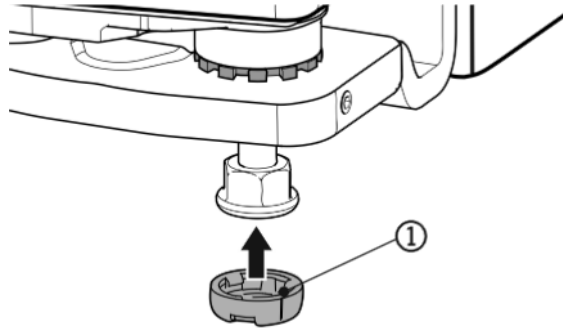

Fig. 5
- ▶ Вставить колпачок Fig. 5 (1). Следить за правильной посадкой.